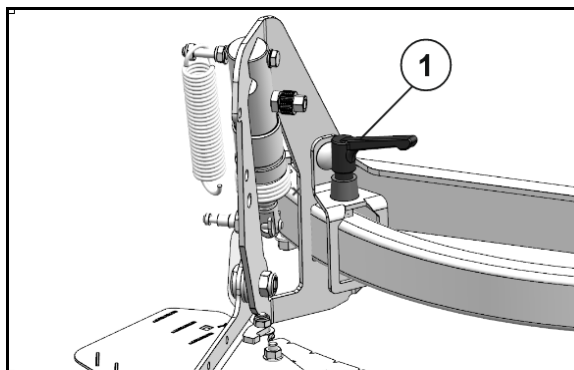

Fig. 56
1. Pentru aceasta eliberați maneta de fixare (Fig. 56/1).